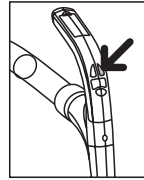

Fig.3
1.- Para mayor comodidad puede regular la potencia desde el mando del control remoto, presione los pulsadores + / - (35) hasta que se ilumine el nivel de potencia deseado. Si desea incrementar la potencia de aspiración, presione el pulsador "+". Si desea disminuir el nivel de potencia de aspiración, presione el pulsador "-". **Fig. 3**